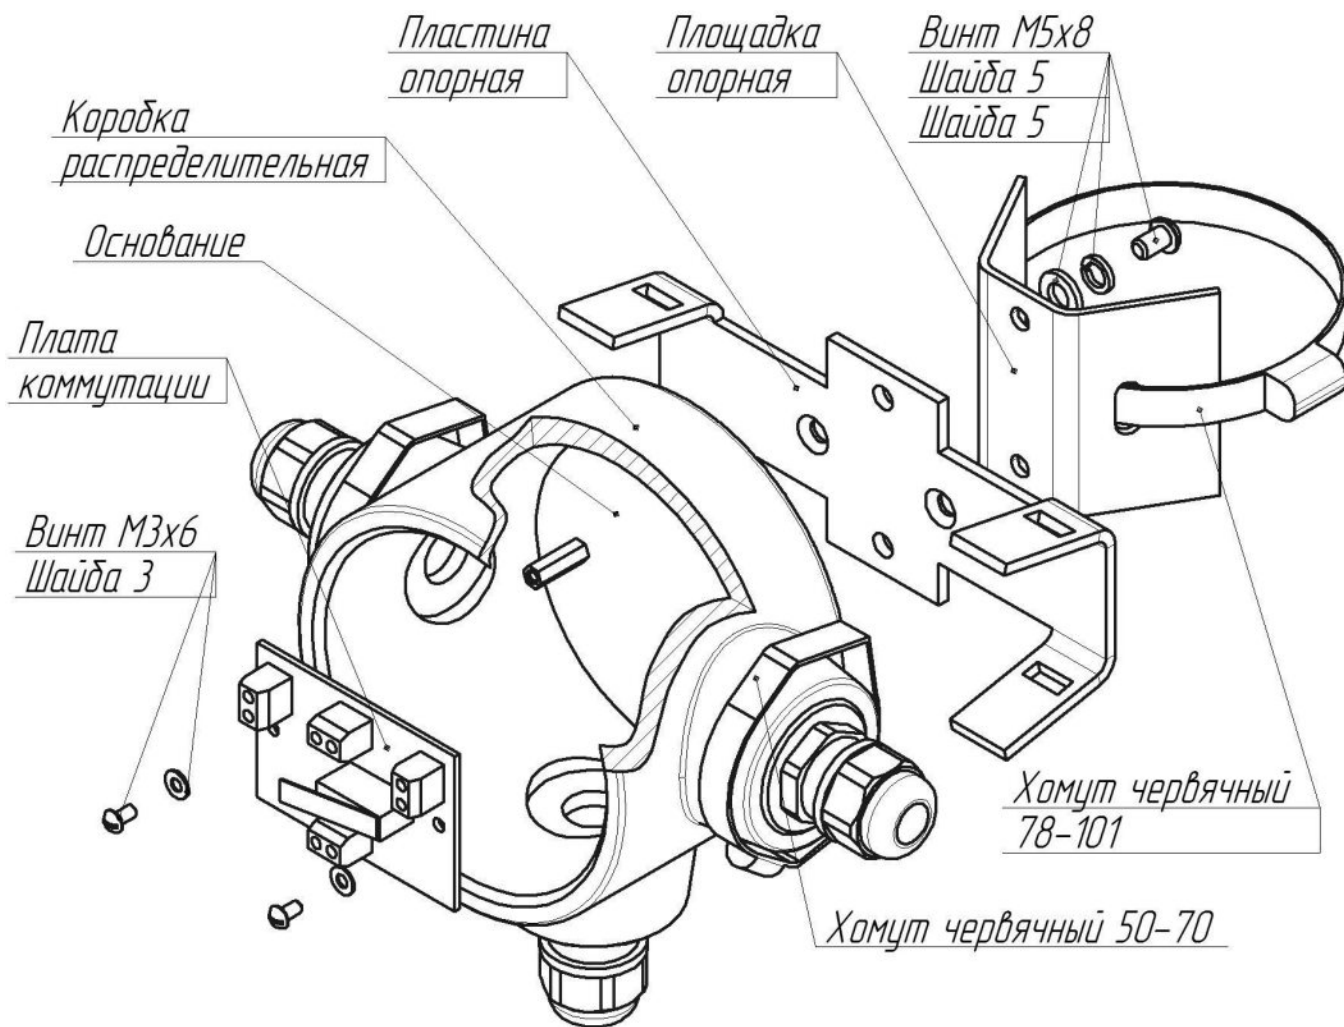

Рисунок 1 – Конструкция Комплекта
3.1 Установка Комплекта (см. Рисунок 1)